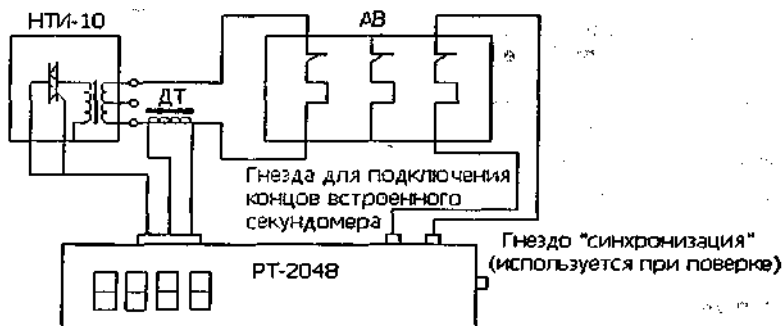

Рис. 3
Блоки ПУ смонтированы на плате с печатным монтажом. Все органы управления и приборы индикации выведены на переднюю панель. На боковых панелях расположены: предохранитель блока питания, разъем для подключения силового блока, гнезда для подключения блока контактов секундомера, гнезда для подключения осциллографа (рис. 3).
6.1. Испытания расцепителей автоматических выключателей с применением комплекта током от 0,1кА до 10кА - по схеме рис.3.